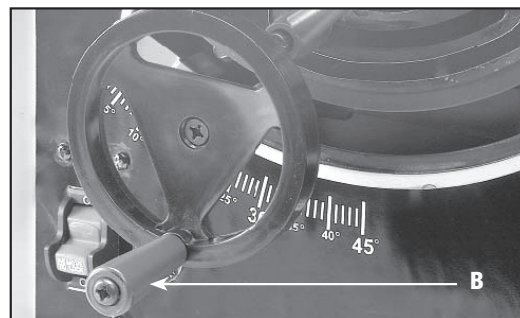

Fig. 29
Para ajustar la altura de la hoja de la sierra, gire el volante (A), Fig. 29. Si rota el volante en el sentido de las agujas del reloj, la hoja descenderá y si lo gira en el sentido inverso a las agujas del reloj, la hoja se elevará.